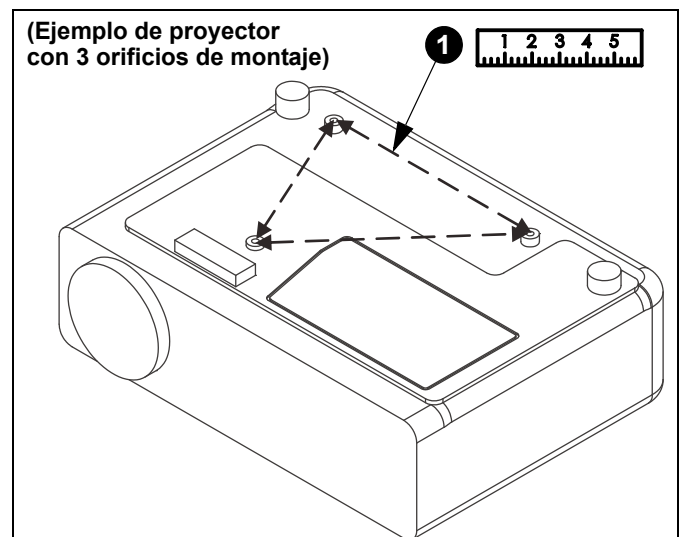

Figura 11
1. Mida la distancia entre los orificios de montaje del proyector. (Consulte Figura 11)